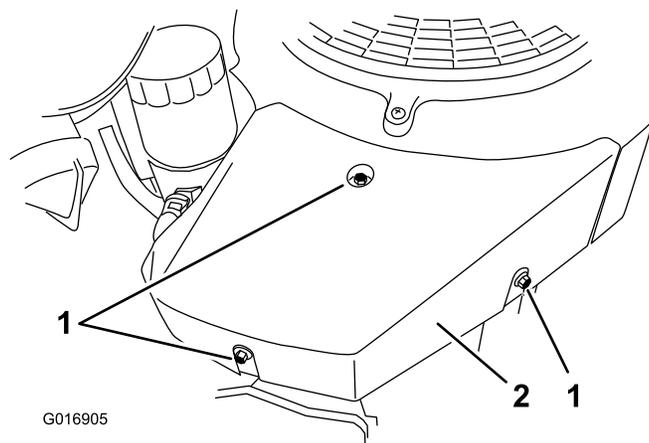

Figure 74
3. Déposez le carénage droit en retirant la vis de fixation supérieure et en desserrant les 2 vis latérales (Figure 74).